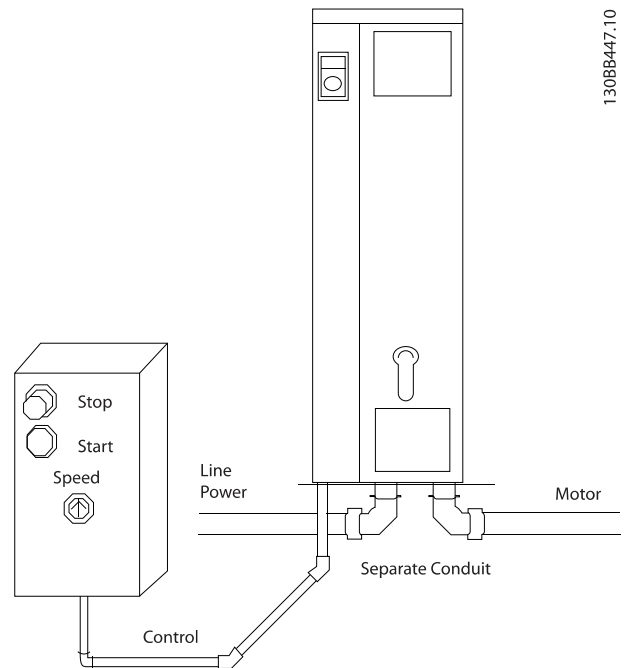

図 2.6 導管を使用した正しい電氣的設置
- モーター配線は、高周波電流を流すために、主電源、モーター電力、および制御線が異なる導管を通ることが重要です。金属導管あるいは個別シールド線を使用します。電力、モーター、コントロール配線の隔離を行わないと、機器の最適な性能が得られません。図2.6を参照